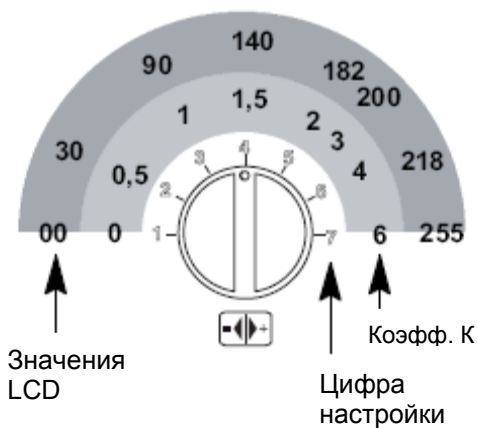

рис. 5.35
- установите значение с помощью ручки 2 рис. 5.35 от минимума 30 (P15 чередуется с 30) до максимума 255 на основании выбранной кривой коэффициента К (см. рис. 5.33)